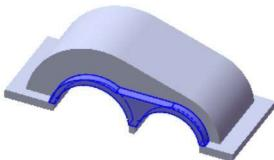
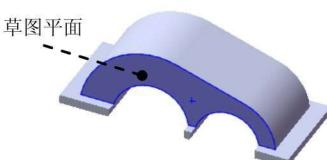

图 1.8 拉伸特征 3
图 1.9 定义草图基准面
Step5. 创建图 1.8 所示的拉伸特征 3。在 **实体** 区域中单击 按钮，选取图 1.9 所示的模型表面作为草图平面，绘制图 1.10 所示的截面草图，绘制完成后，单击 按钮；确认 与 按钮未被按下，在 **距离** 下拉列表中输入值 20，并按 Enter 键，拉伸方向为 Y 轴负方向，在图形区空白区域单击；单击“拉伸”命令条中的 **完成** 按钮，单击 **取消** 按钮，完成拉伸特征 3 的创建。